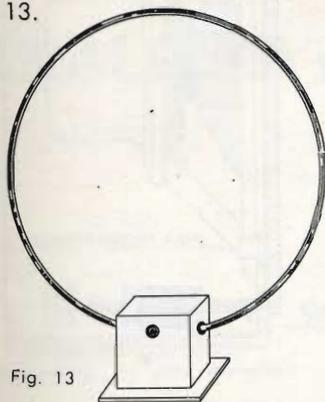

Fig. 13
3) Un'antenna fittizia del tipo indicato in fig. 13.